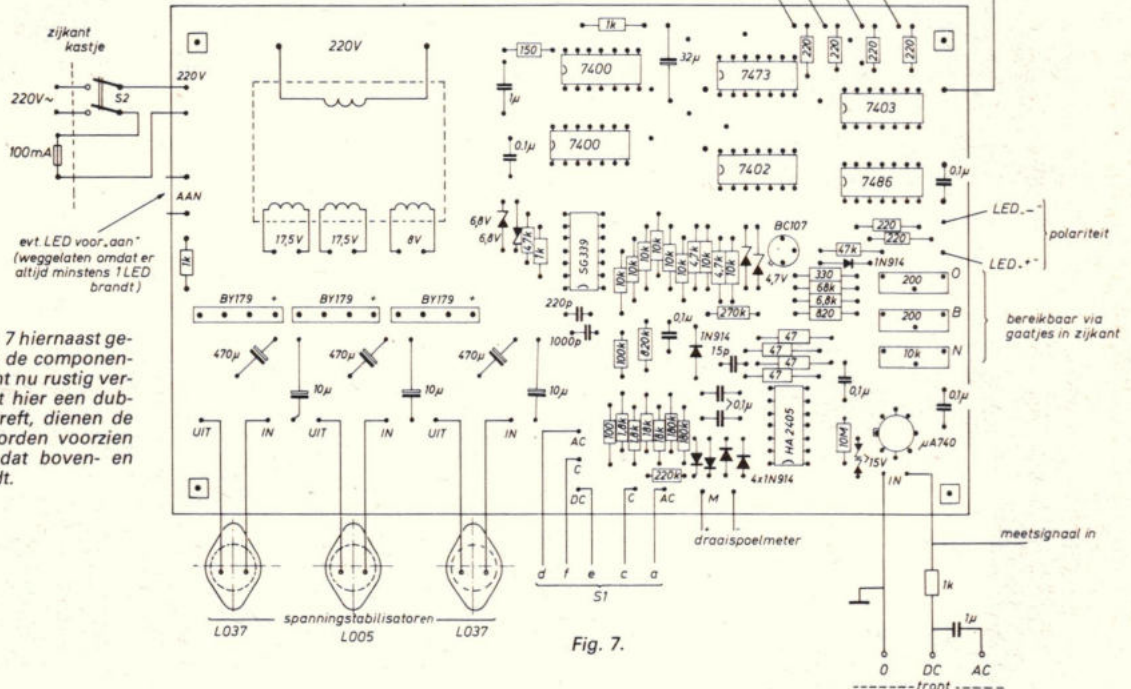
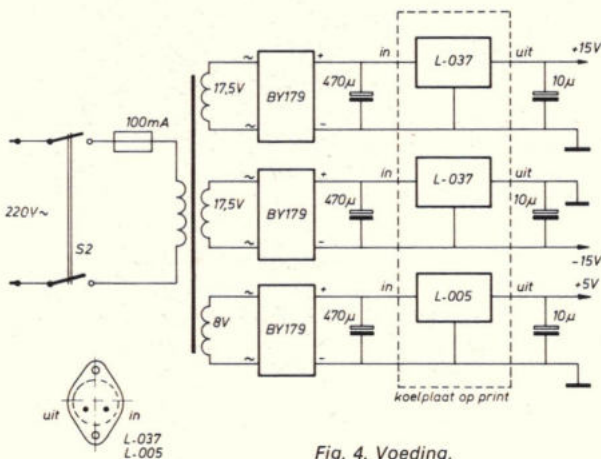
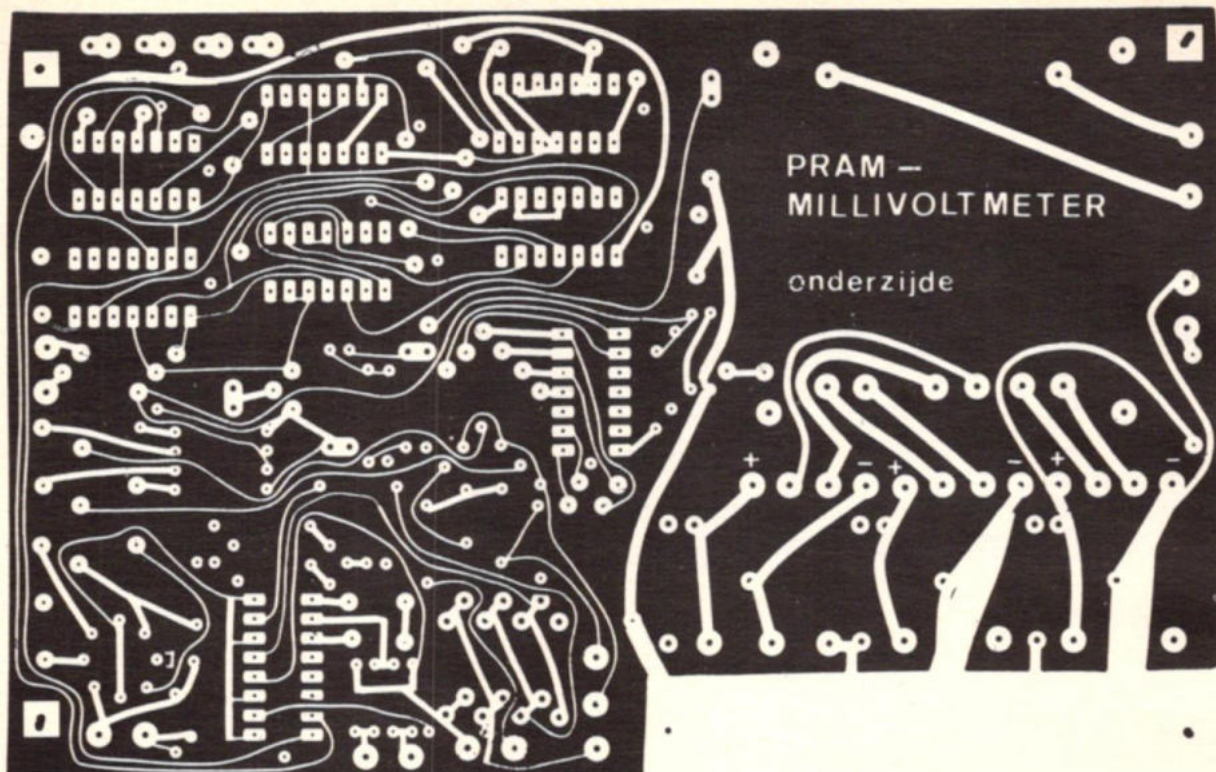

Fig. 7.
Fig. 4. Voeding.
Fig. 5. Sporenplan van de onderzijde van de print.
Afb. 8. boven en fig. 7 hiernaast geven een indruk van de componentenopstelling. U kunt nu rustig vergelijken. Omdat het hier een dubbelzijdige print betreft, dienen de extra gaatjes te worden voorzien van een draadje, dat boven- en onderspoor verbindt.
De voeding van de in het voorgaande beschreven schakeling is weergegeven in fig. 4. Er is gebruik gemaakt van geïntegreerde stabilisatoren. Het spreekt voor zich zelf dat men niet gebonden is aan de in het schema getekende typen. Het complete meetinstrument is ondergebracht in een kunststofkastje. De schakeling met inbegrip van de voeding is gemonteerd op een dubbelzijdige printplaat op Euro-formaat 100 x 160 mm. Fig. 5 en 6 geven de koperbaantjes weer op de onder- resp. bovenzijde. In fig. 7 is voorts weergegeven hoe de print vervolgens met componenten is bestrooid. Tenslotte laat afb. 8 zien hoe één en ander in de definitieve staat eruit ziet.
c. Fig. 5 toont het gevraagde vectordiagram. i_2 is de vectoriële som van i_R en i_L , terwijl i_1 gelijk is aan de vectoriële som van i_C en i_2 . Doordat de stromen i_R , i_C en i_L even groot zijn, wordt i_1 gelijk aan i_R .